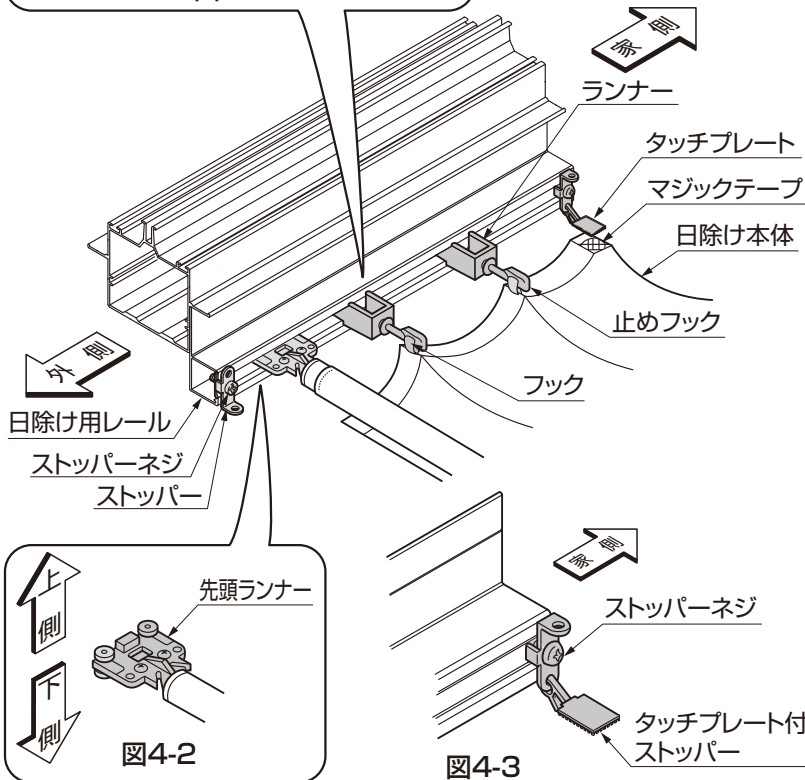

図4-2
- 先頭ランナーの上下を間違えないでください。日除け本体の作動不良・生地破損の原因になります。(図4-2参照)